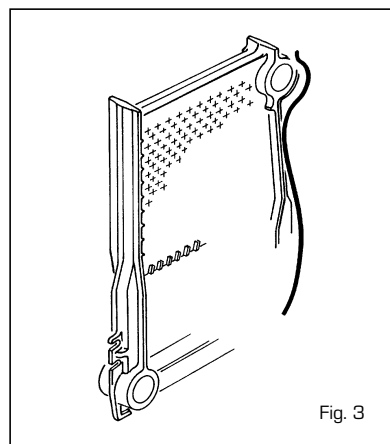

Fig. 3
- colocar a massa de vedação (fig. 3) na ranhura prevista para a estanqueidade dos fumos, fazendo uma leve pressão;